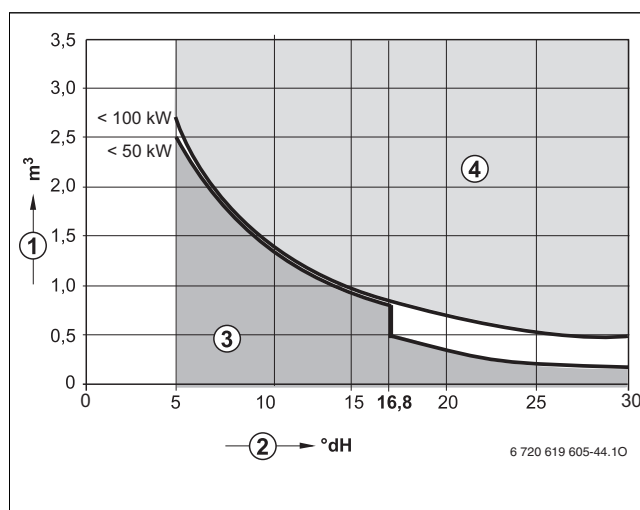

Bild 7 Anforderungen an Füllwasser für Einzelgeräte bis 100 kW
- Ausschließlich unbehandeltes Leitungswasser verwenden (Diagramm in Bild 7 dabei berücksichtigen).
Zur Überprüfung der zugelassenen Wassermengen in Abhängigkeit der Füllwasserqualität dient das Diagramm in Bild 7.
- Wenn die tatsächlich benötigte Füllwassermenge größer ist als das Wasservolumen über die Lebensdauer (→ Bild 7), ist eine Wasserbehandlung erforderlich. Dabei nur durch Buderus freigegebene Chemikalien, Wasseraufbereitungsmittel o. Ä. einsetzen.